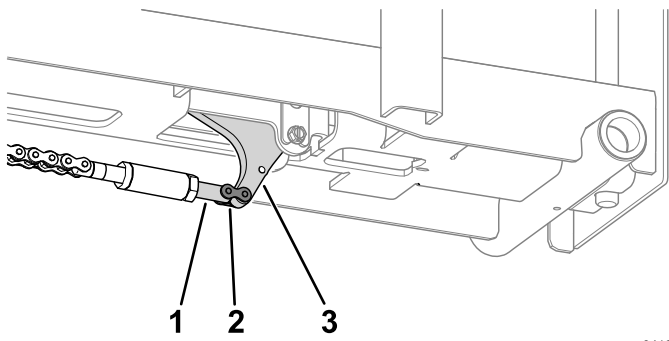

**Figura 13**
5. Utilizzate un tirante a catena per montare la catena al tenditore della catena (Figura 13).
6. Montate l'albero esagonale al tenditore della catena (Figura 13).
7. Utilizzate un controdado per montare il tenditore del tirante a catena all'albero esagonale (Figura 13).